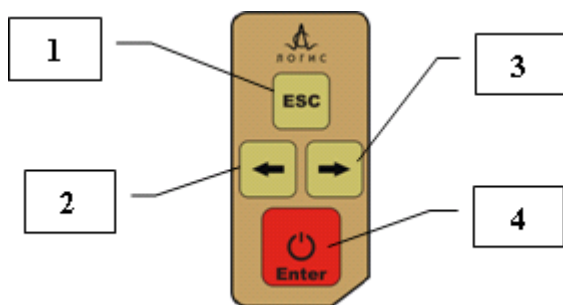
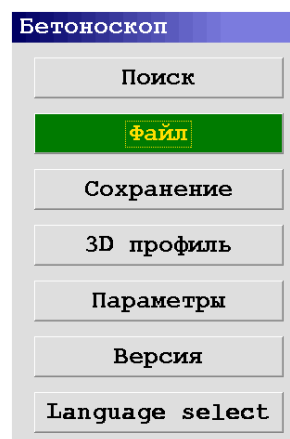

Рис. 5.6 - Клавиатура
Рис. 5.7 - «Главное меню» бетоноскопа
- Включить питание прибора, нажав и отпустив кнопку «**Enter**» на клавиатуре (Рис. 5.6, поз.4). В течение 10-15 секунд происходит тестирование программного обеспечения прибора, далее на экране моноблока появляется «Главное меню» бетоноскопа (Рис. 5.7), которое позволяет осуществлять выбор режимов работы прибора и параметров зондирования.
Выбор опций меню осуществляется кнопками «←», «→» (Рис. 5.6). Выбранная опция активизируется нажатием кнопки «**Enter**», после изменения параметра опции выход в меню выполняется нажатием кнопки «**Выход**».
- Включить режим зондирования прибора для чего выбрать в Главном меню опцию «Поиск» и нажать кнопку «**Enter**» (Рис. 5.7) на клавиатуре. При первичном включении прибора зондирование будет производиться с заводскими настройками. После установки пользователем измененных параметров зондирования, зондирование будет производиться с установленными пользователем параметрами.
В процессе зондирования в приборе предусмотрена возможность установки меток на радарограмме, метки устанавливаются кратковременным нажатием кнопки «Enter» на панели управления (Рис. 5.6).